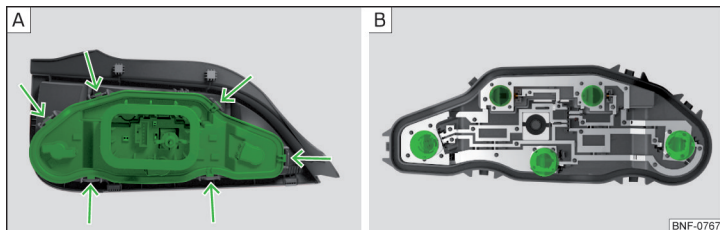

Fig. 148 Parte interior de la lámpara
- Desbloquear el soporte de lámparas » fig. 148 - [A].
- Gire la bombilla defectuosa en el portalámparas en el **sentido contrario** al de las agujas del reloj y sáquela » fig. 148 - [B].